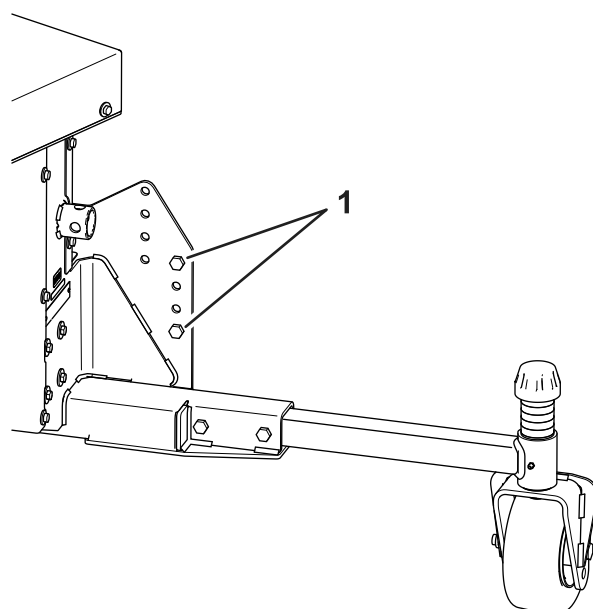

Figura 9
14. Aleje el embalaje del soplador y baje el soplador hasta que las ruedas giratorias y el caballete toquen el suelo, manteniendo tensada la correa (Figura 9).